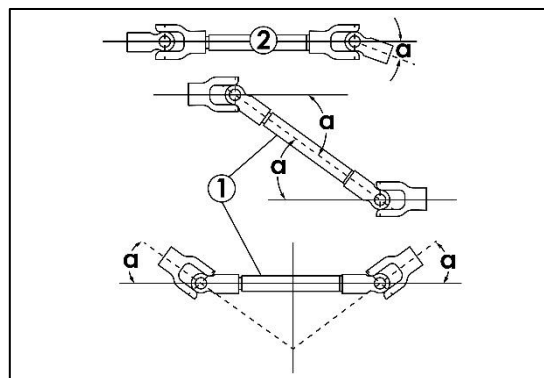

Fig. 85 : ANGLE D'INCLINAISON DE L'ARBRE DE TRANSMISSION
2. L'angle d'inclinaison maximal admissible de l'arbre de prise de force est de 24° (Fig. 85).